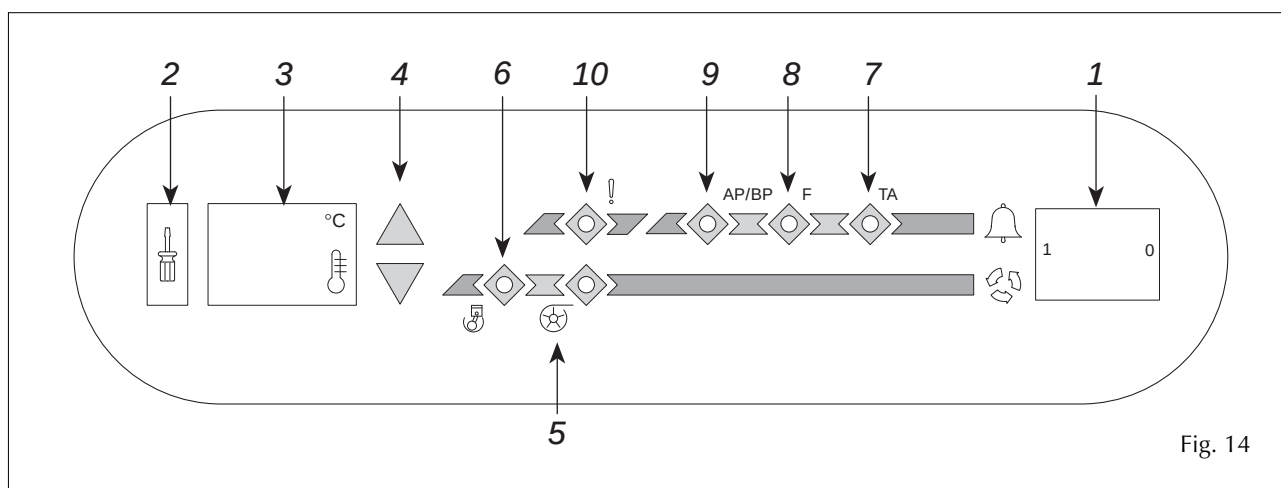

Fig. 14
Dopo circa 30 secondi dall'accensione, entra in funzione la pompa di circolazione (segnalata dall'accensione del led di colore verde (5) di fig. 14 sul pannello comandi del modulo ID); dopo circa 3 minuti si avvia il compressore e l'apparecchio inizia a produrre acqua refrigerata (si accende il led (6)). Il compressore si avvia se la temperatura dell'acqua di ritorno è inferiore a 40 °C.
- accendere il modulo ID tramite l'interruttore (1) del pannello comandi (fig. 14, posizione I).
After about 30 seconds the water pump starts (signalled by the lighting up of the green LED (5) of fig. 14 on the ID module's control panel). After about 3 minutes the compressor starts and the appliance begins to produce chilled water (LED (6) lights up). The compressor only starts up if the return water temperature is below 40°C.
- turn on the ID module by the switch (1) on the control panel (fig. 14, set to I).
- verificare che il modulo ID sia spento (interruttore 1 di fig. 14 in posizione "zero");
- *check that the ID module is turned off (switch 1 in fig. 14, set to "zero")*
- tenere premuto il pulsante (2) di fig. 14, contrassegnato con il "cacciavite"; sul display viene visualizzata la temperatura impostata in precedenza;
- impostare la temperatura dell'acqua di ritorno per mezzo dei tasti (4). Usare il tasto superiore per aumentare la temperatura e quello inferiore per diminuirla;
- rilasciare il pulsante (2).
- *keep button (2) pressed in fig. 14, marked with the "screwdriver" decal, the display shows the current temperature setting;*
- *set the return water temperature with the keys (4). Use the top key to increase the temperature and the bottom key to reduce it;*
- *release button (2).*
In fig. 14 è riportato il pannello comandi del modulo ID. Il pannello è dotato dei seguenti comandi e segnalazioni:
Fig. 14 illustrates the ID module's control panel. The panel is fitted with the following controls and pilot lights: